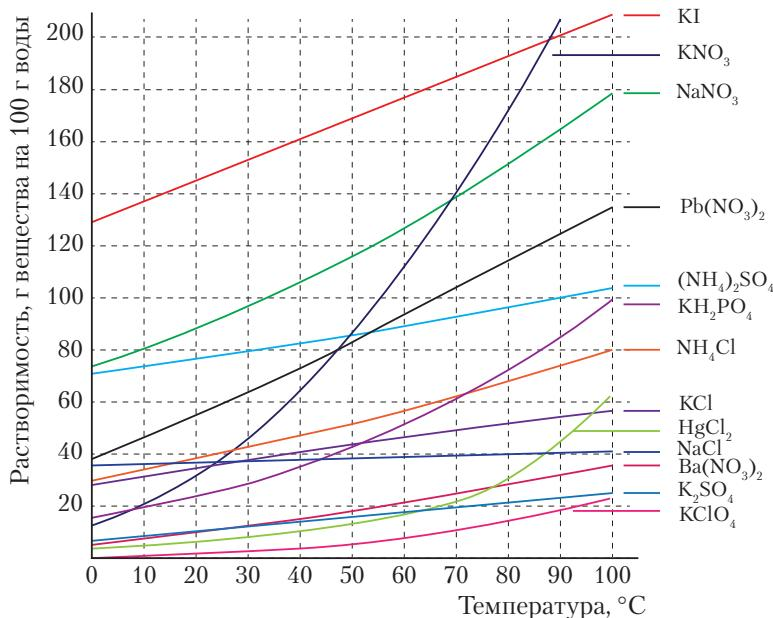

Рис. 51. Зависимость растворимости твёрдых веществ от температуры
Растворимость твёрдых и жидкых веществ зависит от их природы и температуры раствора. С увеличением температуры растворимость большинства твёрдых веществ и жидкостей заметно возрастает (рис. 51). При охлаждении, соответственно, растворимость уменьшается и часть вещества выпадает в виде осадка — кристаллизуется.
- Даны соединения: хлороводород, нитрат калия, хлорид калия, хлорид натрия, оксид серы(IV), аммиак. С помощью кривых растворимости (рис. 51), а также знаний о растворимости газов определите вещества, растворимость которых в воде при повышении температуры: а) возрастает; б) практически неизменна; в) уменьшается.
- По кривым растворимости (рис. 51) найдите растворимость солей: нитрата натрия, хлорида аммония и хлорида натрия при 20°C , 50°C , 70°C .